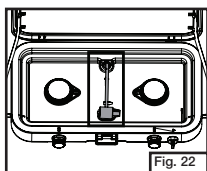

Fig. 22
- Lorsque vous le rangez ou le transportez, le régulateur peut être déposé sur la surface de cuisson tel qu'illustré à la fig. 22.